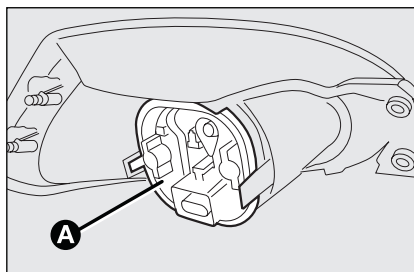

Рис. 29
- ☐ отсоедините электрический разъем и снимите защитную крышку **A**, **рис. 29**, нажав на три фиксатора защелки, после чего замените перегоревшую лампу.